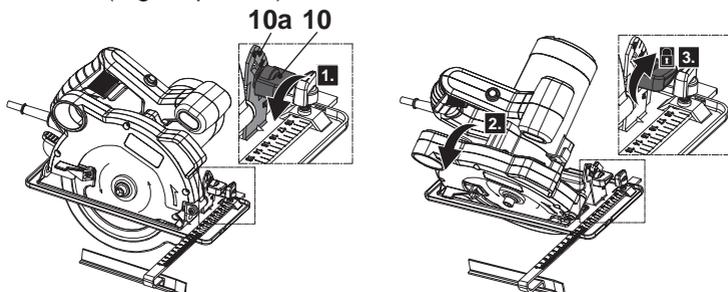

Fig. 6
2. Afloje la perilla de fijación del ángulo de bisel (10) (Fig. 6, pasos 1) e incline la carcasa hasta el ángulo deseado (Fig. 6, paso 2). Utilice la escala de ángulos (10a) como guía.
3. Apriete la perilla de fijación del ángulo de bisel (10) para fijar el ángulo seleccionado (Fig. 6, paso 3).